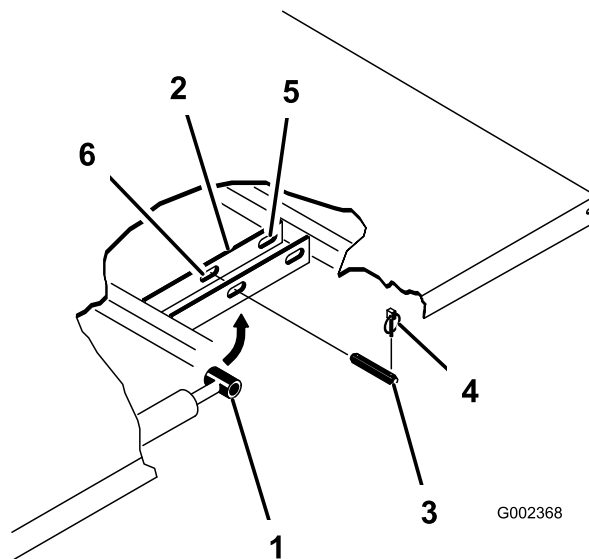

Figura 35
2. Rimuovete gli acciarini dalle estremità esterne dei perni con testa dell'asta del cilindro (Figura 35).
3. Rimuovete i perni con testa che fissano le estremità dell'asta del cilindro alle piastre di fissaggio del pianale, premendoli verso l'interno (Figura 35).
4. Rimuovete gli acciarini ed i perni con testa che fissano le staffe orientabili ai profilati del telaio (Figura 35).